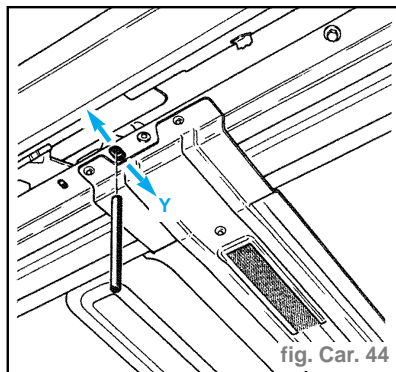

fig. Car. 44
- Pour le réglage en Y, il est nécessaire de desserrer légèrement les fixations du toit. Mettre en place deux piges Ø 10 dans l'orifice prévu à cet effet pour immobiliser la cassette et positionner le panneau en Y. (fig. Car. 44)